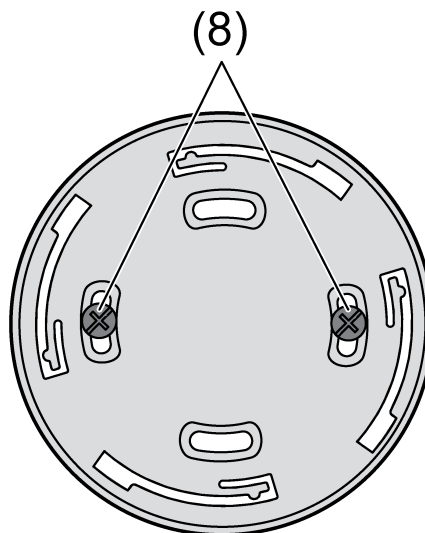

Figure 6
- Fixer la plaque de fond au plafond de la pièce avec les vis fournies (8) (figure 6).